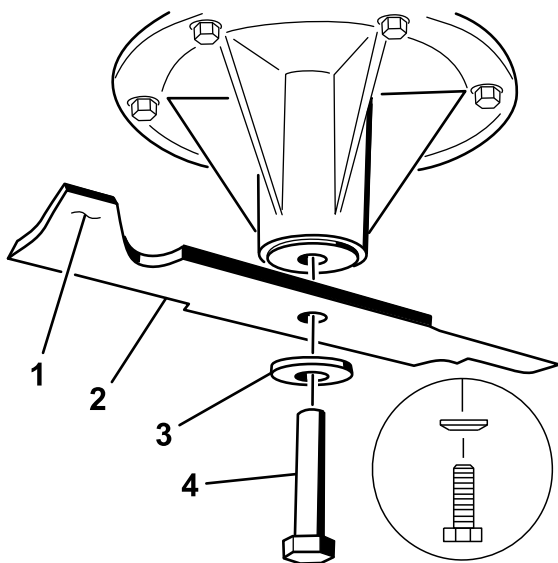

Figure 98
- Enlevez de l'axe, le boulon, la rondelle bombée et la lame (Figure 98).